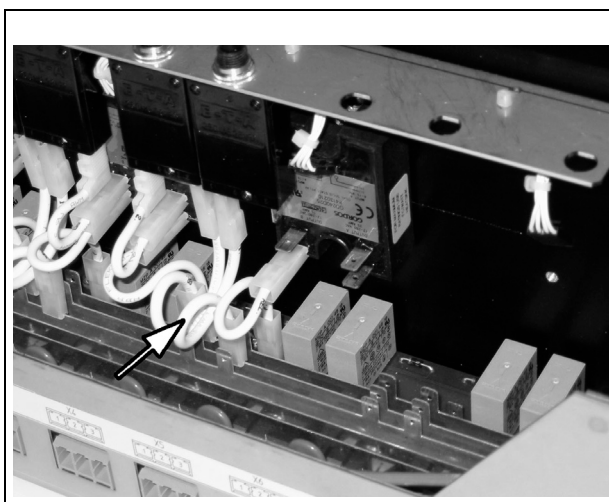

Fig. 7-2: Fortrådningsledning på strømskinne og overstrømdløser
10. Sæt enden på fortrådningsledningen, der er markeret med "BR", på den flade stiktilslutning på strømskinnen (se Fig. 7-2, side 7-37).